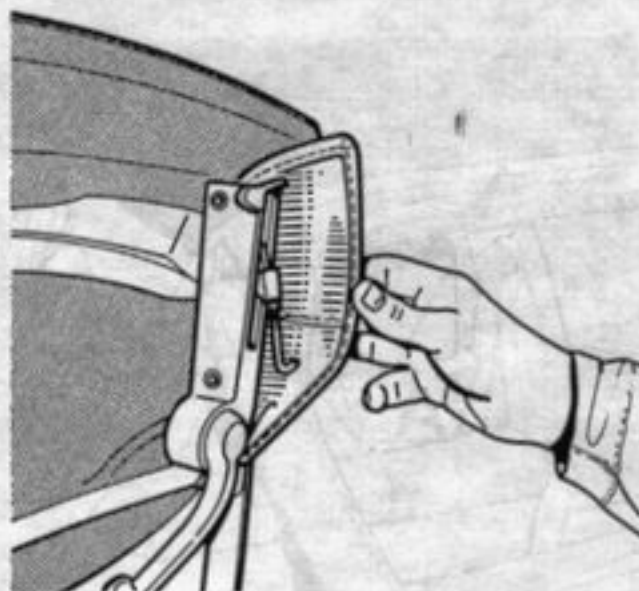

Figure 30
- Dégager la doublure de la tôle latérale D et G de traverse AV d'armature, (figure 30)